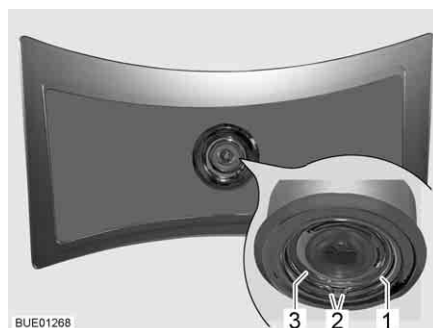

Fig. 220 Plafonnier
- Presser la rondelle élastique (Fig. 220,1) par ses deux extrémités (Fig. 220,2) et la retirer.
- Extraire le boîtier (Fig. 220,3) avec la DEL de la lampe.